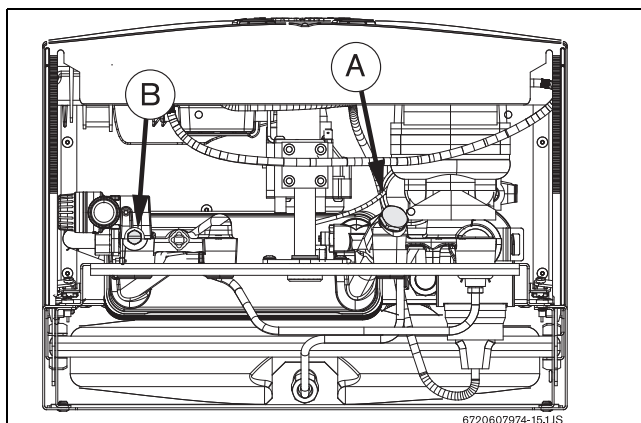

Fig. 25
- Rimuovere il tappo (Fig. 25, pos. A).
- Scaricare l'acqua di caldaia mediante l'apposito scarico presente nell'apparecchio, (Fig. 25, pos. B), presso il circuito di mandata del riscaldamento.